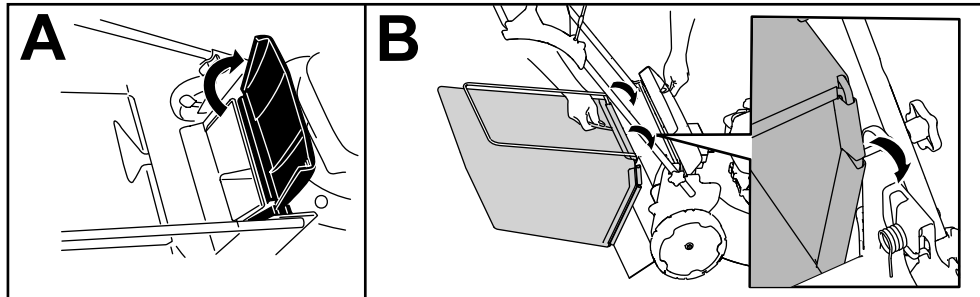

Figure 12
1. Soulevez le déflecteur arrière et maintenez-le dans cette position (A de Figure 12).
2. Installez le bac à herbe en veillant à insérer les ergots dans les crans du guidon (B de Figure 12).